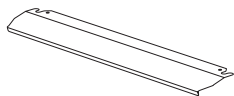

Рис. 25
1. Защитная панель предназначена для защиты панели управления и кнопок, когда духовка находится в режиме гриля. (рисунок 25)